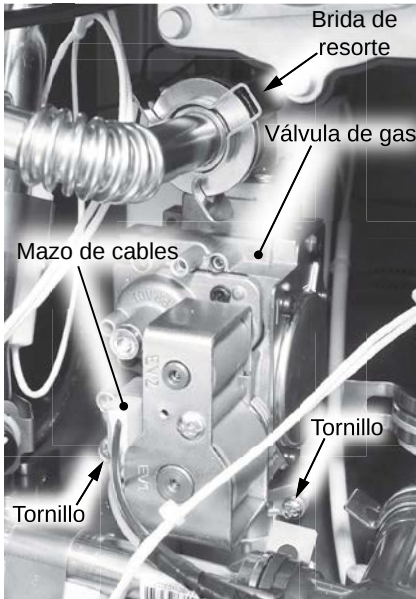

Figura 82 - Ubicación y conexiones de la válvula de gas.
- 7 Ubique la válvula de gas en el lado inferior izquierdo del calentador de agua. Consulte la Figura 82.
8 Retire y conserve el tornillo que fija el mazo de cables a la válvula de gas. Consulte la Figura 82.
9 Ubique y retire la brida de resorte que fija la válvula de gas al sistema de tuberías de gas. Observe su orientación y déjela a un lado para volver a instalarla. Consulte la Figura 82.
10 Retire y guarde el tornillo de la base de la válvula de gas. Consulte la Figura 82.